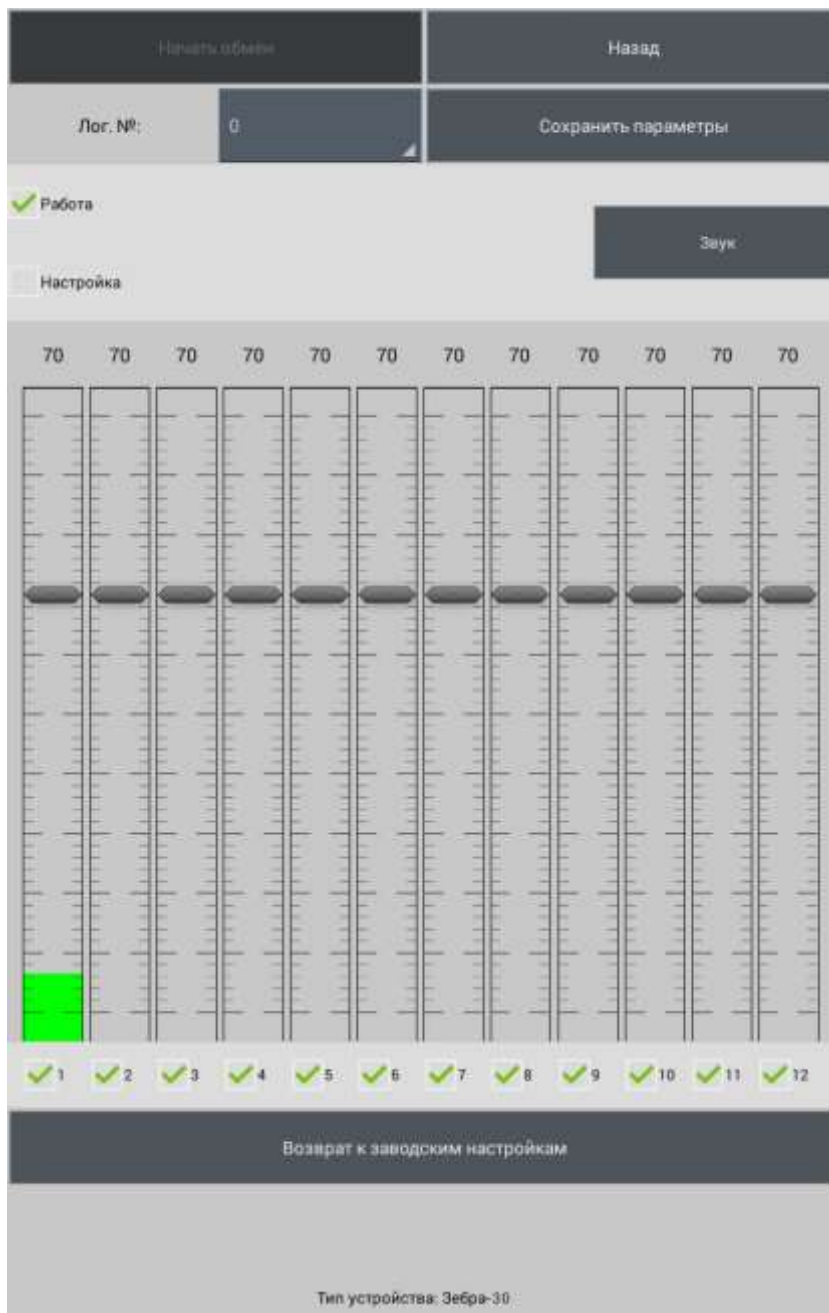

Рисунок 2.25
2.3.7.4.9 Рабочее окно программы имеет следующий вид (рисунок 2.25).